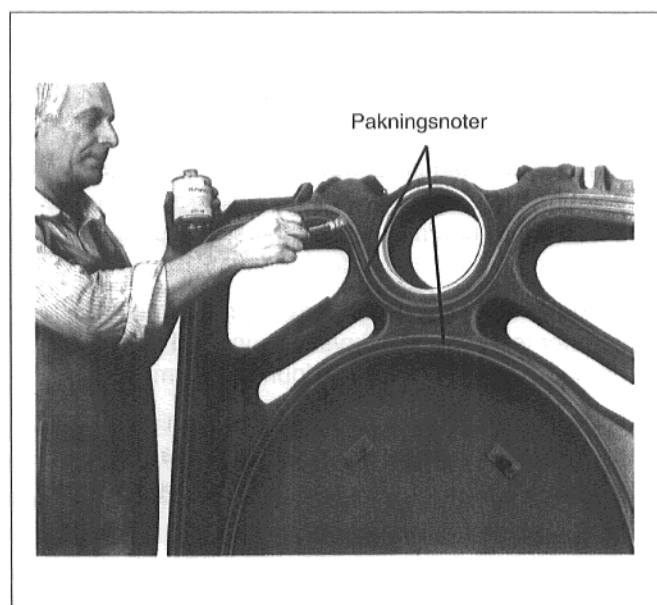

Fig. 12
- Pakningsnotene rengjøres med smergelpapir og klut (fig. 12).
- Pakningsnoten smøres inn med heftmiddel (primer) (fig. 12).